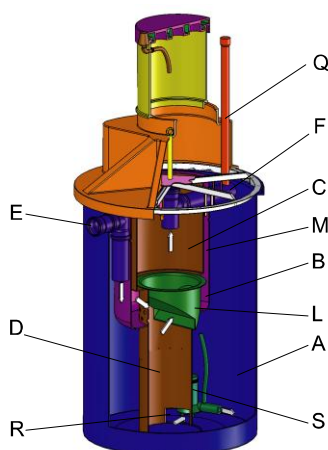

Рис. 3. Внутреннее строение зоны аэрации ЛОС 5М
Аэрированная смесь перетекает из емкости окислитель-нитрификации «А» (Рис. 3) в емкость «В», через первую серию отверстий (Т1), сделанных в верхней части ускорителя (М) и стекает по вертикали вниз. В нижней зоне емкости «В» поток перетекает в емкости (С) и (D) через серию отверстий (Т2).